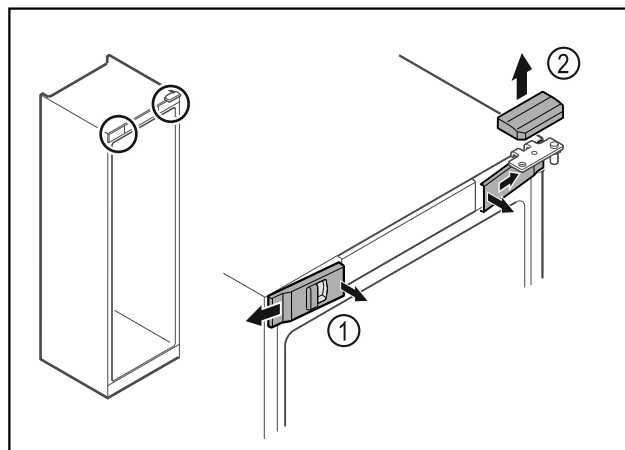

Fig. 12
- ▶ Décrocher les caches avant Fig. 12 (1) du côté intérieur et les retirer vers l'extérieur.
- ▶ Retirer le cache supérieur Fig. 12 (2) vers le haut.